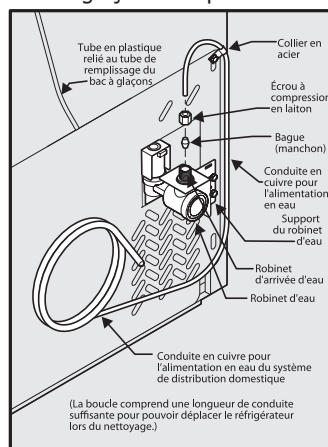
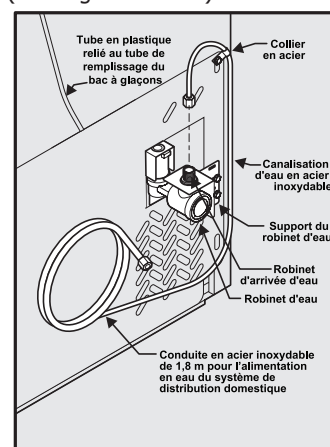

Figure 1
Figure 2
4. **Si vous utilisez des tubes en cuivre** - Glissez l'écrou à compression en cuivre, puis la bague d'extrémité (manchon) sur la conduite d'alimentation en eau. Poussez la conduite d'alimentation en eau dans l'entrée du robinet de prise d'eau aussi loin que possible (6,4 mm / 1/4 po). Glissez la bague d'extrémité (manchon) dans l'entrée du robinet et serrez l'écrou de compression à la main dans le robinet. Serrez d'un autre demi tour avec une clé; NE PAS serrer trop fort. Voir Figure 1. **Si vous utilisez des tubes en acier inoxydable** - L'écrou et la bague d'extrémité sont déjà assemblés sur le tube. Glissez l'écrou de compression dans l'entrée du robinet et serrez l'écrou de compression à la main dans le robinet. Serrez d'un autre demi tour avec une clé; NE PAS serrer trop fort. Voir Figure 2.